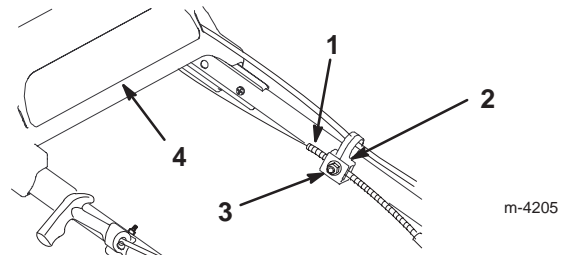

Figure 27
2. Desserrer l'écrou du support de câble (Fig. 27).
4. Repousser le mancheron supérieur vers l'arrière aussi loin que possible, maintenir toujours le support de traction enfoncé et tirer la gaine de câble vers le bas (vers la tondeuse) jusqu'à ce qu'il n'y ait plus de mou dans le câble (Fig. 27).
5. Resserrer l'écrou du support de câble (Fig. 27).